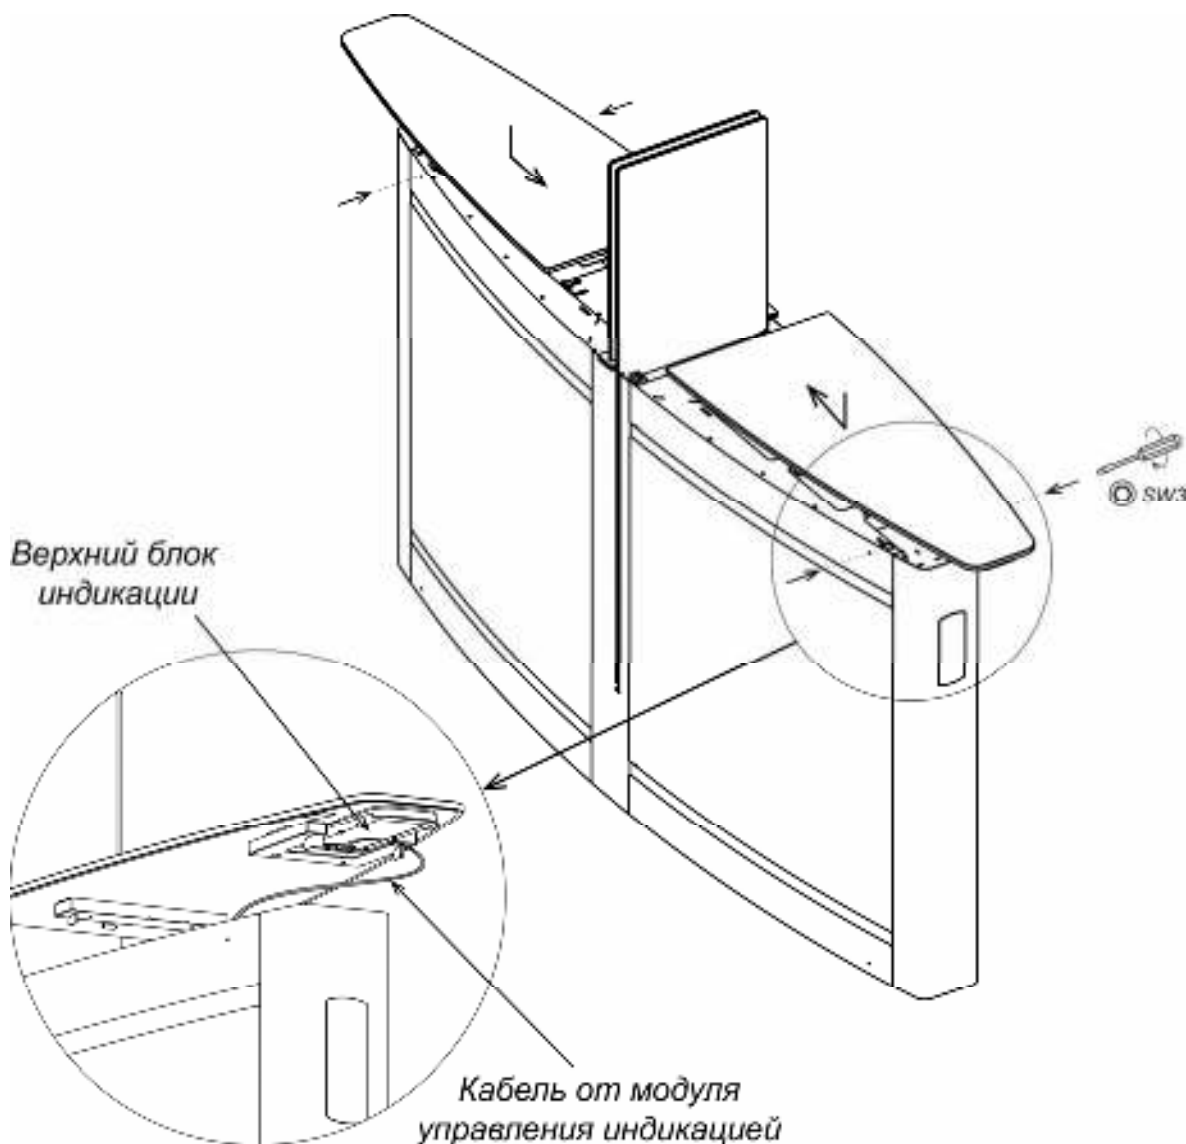

Рисунок 26. Монтаж стеклянной крышки секции
1. Ключом шестигранным SW3 через отверстия, находящиеся сверху на одном из торцов стойки, вывинтите до упора два установочных винта M6×16 (см. рис. 26).